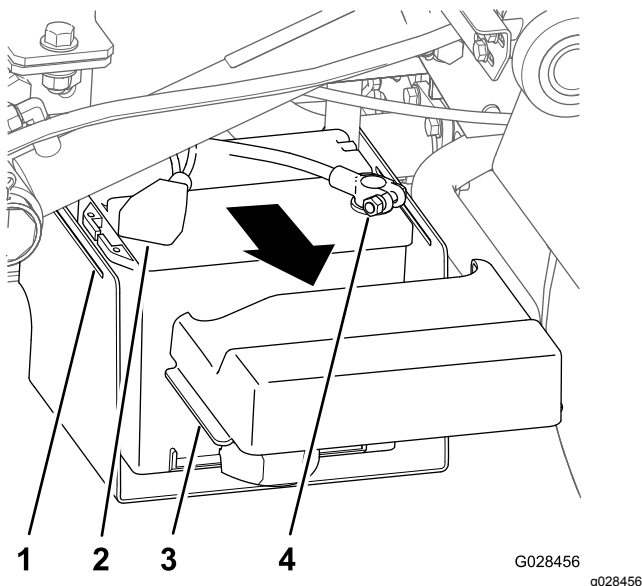

Bild 15
- Drücken Sie die Seiten der Batterieabdeckung zusammen, um die Nasen aus dem Batterieunterteil zu lösen, und nehmen Sie die Batterieabdeckung vom Batterieunterteil ab (Bild 15).
2. Schieben Sie die Abdeckung zurück und ziehen den Minuspol der Batterie von der Batterie ab (Bild 15).
3. Ziehen Sie den Pluspol der Batterie von der Batterie ab (Bild 15).